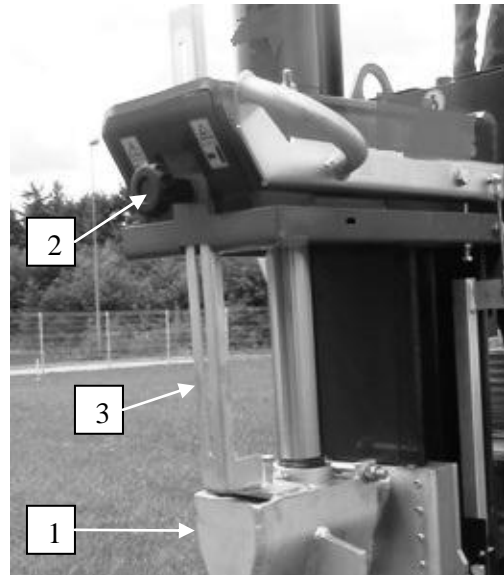

Bild 18
- Den Schubzylinder mit dem Spaltkeil auf die erforderliche oder gewünschte Höhe des Stoppens des Spaltkeils bringen (1) (Bild 18).
- Die Kunststoffschraube (2) lösen und den Begrenzer (3) zum Spaltkeil (1) herunterlassen.
- Den Begrenzer (3) mit der Kunststoffschraube fixieren(2)